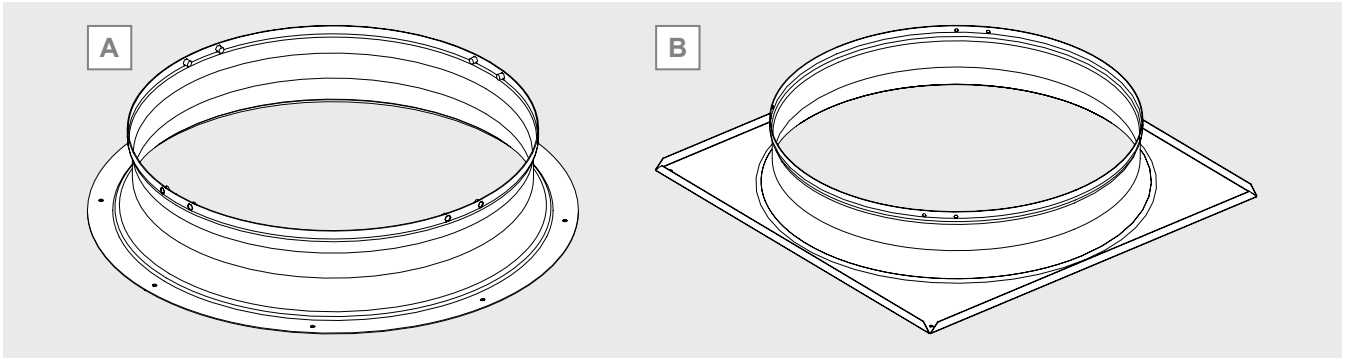

Figure 7
- fan shroud with circular base, see Figure 7 A.
- fan shroud with square base, see Figure 7 B.
- cubierta del ventilador con base circular, ver Figure 7 A.
- cubierta del ventilador con base cuadrada, ver Figure 7 B.